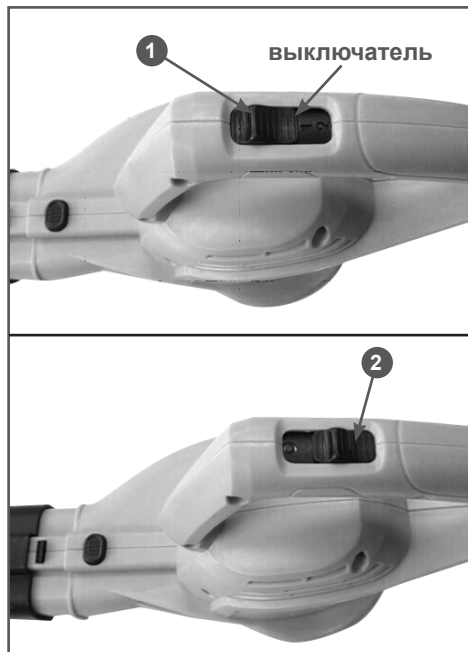

Рис. 5 Положение выключателя
Положение 1 (Рис. 5) соответствует вращению двигателя со скоростью 11000 об/мин (режим пониженной производительности). Положение 2 (Рис. 5) – 14000 об/мин (режим максимальной производительности).
2. Если воздушный поток слишком сильный, то выберите режим пониженной производительности установкой выключателя в положение 1 (Рис. 5) и/или поднимите устройство немного выше от мусора, и/или удалите его на большее расстояние.